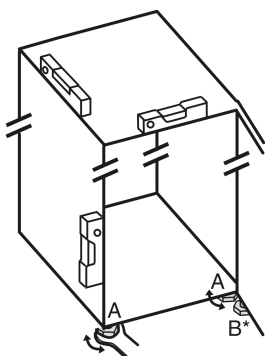

Fig. 23
- Odvrnite podesive nožice Fig. 23 (A) priloženim viličastim ključem i libelom prema van dok uređaj ne stoji čvrsto i ravno.
- Odvijte podesivu nožicu Fig. 23 (B) na podlošku ležaja priloženim viličastim ključem dok se ne podupre o pod.
- Nastavite okretati podesivu nožicu Fig. 23 (B) za 90°.